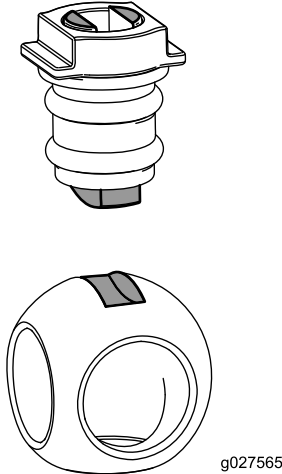

图74
6. 将球插入阀体（图74）。
注意： 阀杆应能够插入球驱动槽内部。如果阀杆不能插入，请调整球的位置（图74）。